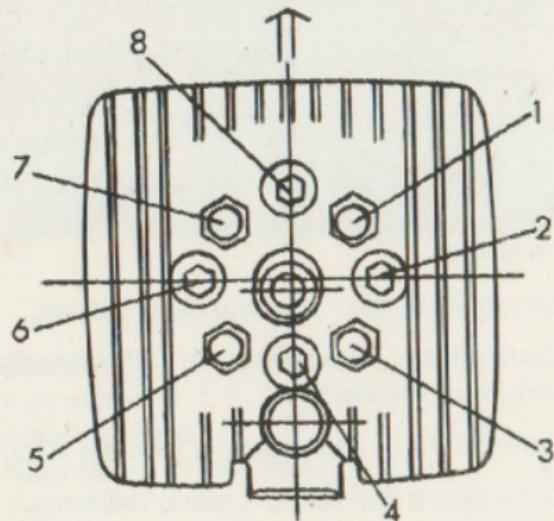

Fig. 7
- 9 - Stringere a croce le viti della testa, vedi fig. 7.